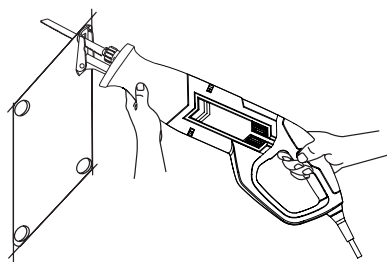

Fig. 8
- > Introduceți lama de ferăstrău (1) care este montată pe produs în orificiu și asigurați-vă că nu atinge piesa prelucrată.
- > Porniți produsul și așteptați până ce funcționează la viteza completă înainte de a-l mișca (Fig. 8).